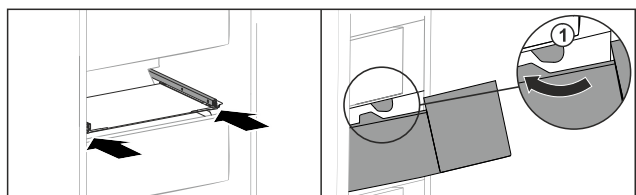

Fig. 156
- ▶ Prevedte zásuvku okolo zarážok Fig. 156 (1).